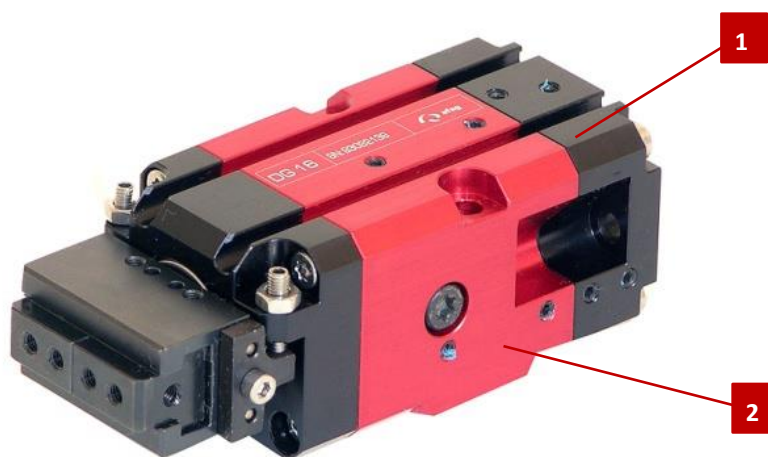

Fig. 17 Exemple DG 16
- Pièce de module noire (Fig. 17, 1) : Raccords pour le mouvement de préhension.
- Pièce de module rouge (Fig. 17, 2) : Raccords pour la rotation de la pince de préhension.